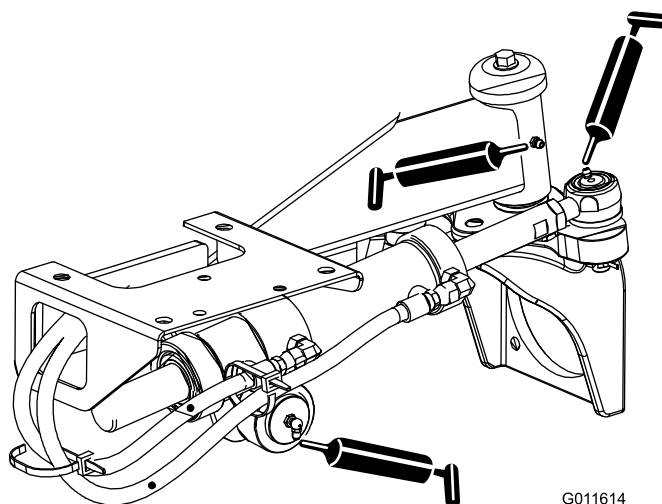

Bild 35
- Lenkzylinder-Kugelgelenke (2) und Hinterachse (1) (Bild 35)